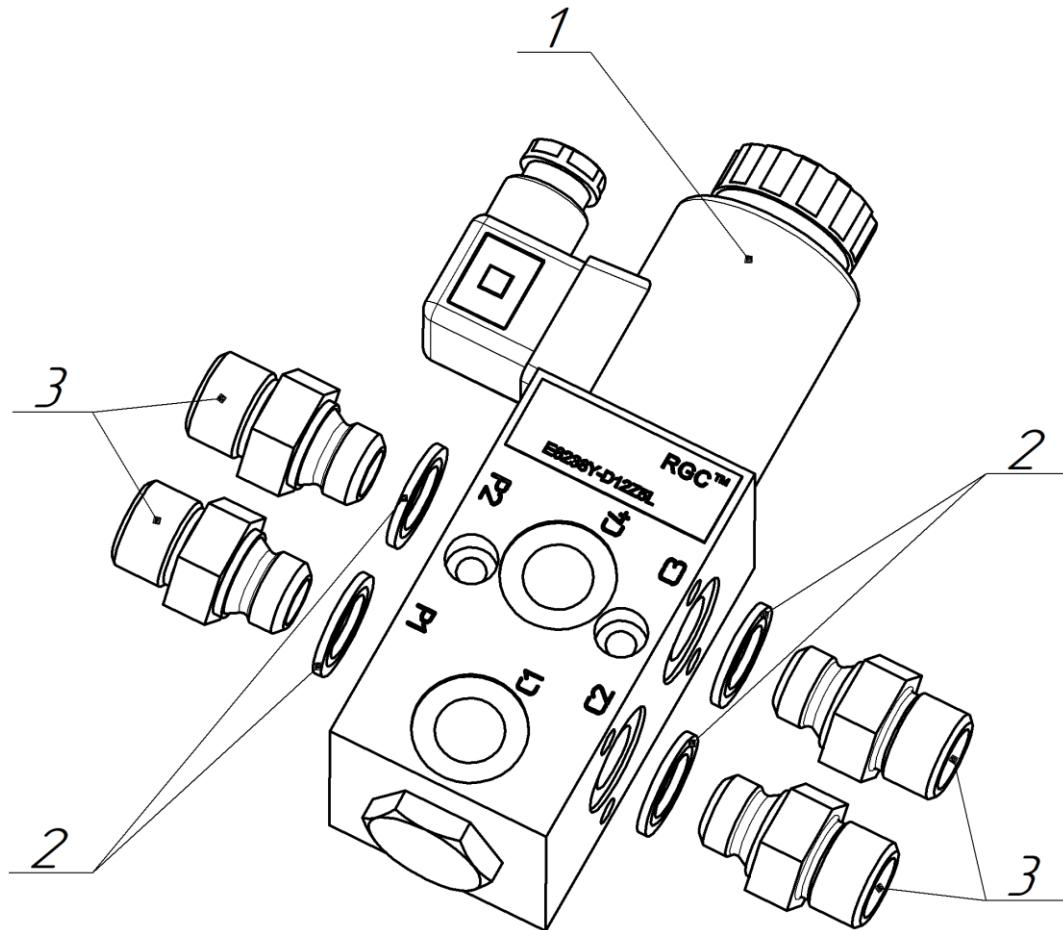

Рисунок 2.8
2.2.3.1 Надеть медные (металлорезиновые) кольца 3/8" (2 рис.2.8) на адаптеры BSP 3/8"(Ш) – M20x1,5(Ш) (3) и ввернуть их во входные порты P1 , P2, C2 и C3 дивертора (1).